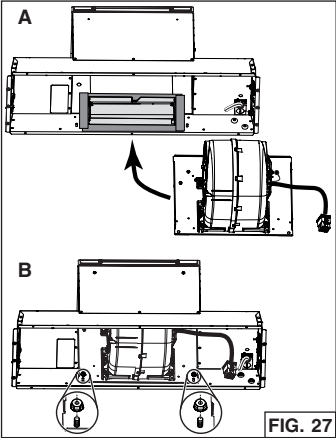

FIG. 27
5. Insérer le ventilateur avec sa plaque à l'intérieur de la hotte, à l'endroit où se trouvait la plaque arrière (A). Fixer la plaque à la hotte avec les 2 écrous retirés précédemment à l'étape 8 dans la section PRÉPARATION DE L'APPAREIL (B) (FIG. 27).